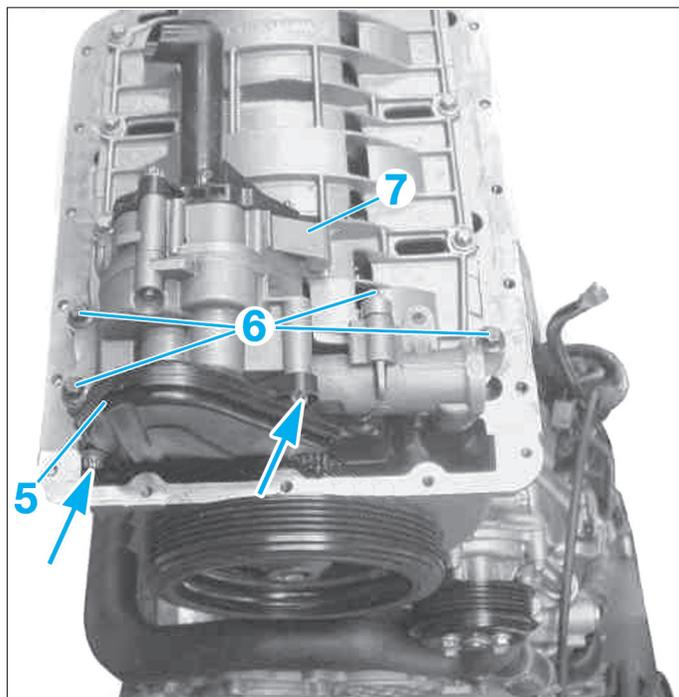

FIG. 32
- Déposer le couvercle de la chaîne de pompe à huile (Fig.32).